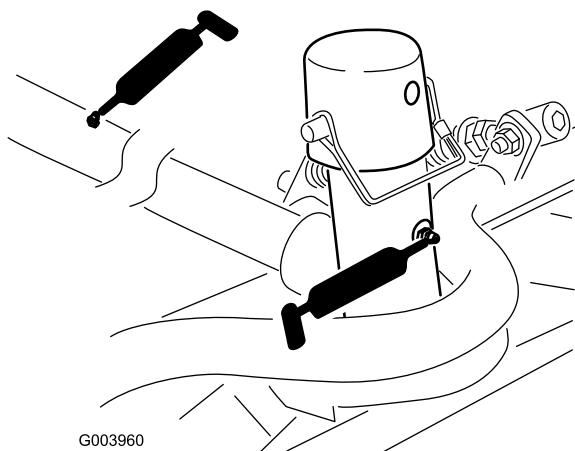

Рисунок 78
- Несущая рама и ось поворота режущего блока (по 2 шт.) (Рисунок 78)